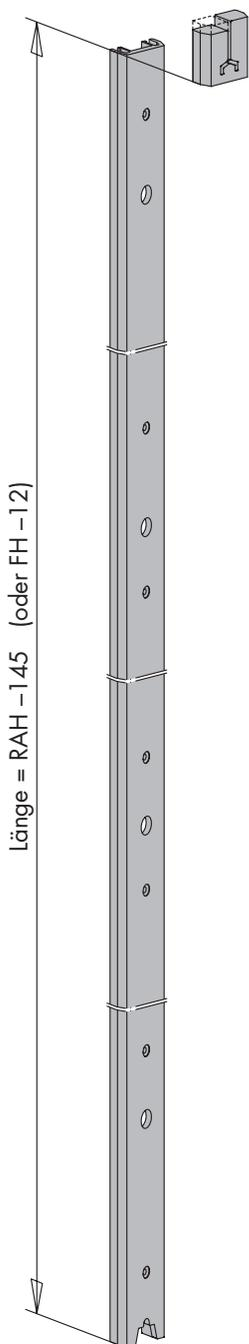

Bild 6
- D** Einbau der Dichtungsschiene B (33).
- Dichtungsschiene B (33) ablängen (Bild 6).
- Dichtungsschiene B (33) einsetzen und anschrauben.
- Füllstück, oben (18) je nach Schieberichtung DIN links oder DIN rechts anpassen (Bild 6) und einsetzen.
- E** Einbau des Dichtteil, oben (13).
- Dichtteil, oben (13) einsetzen.